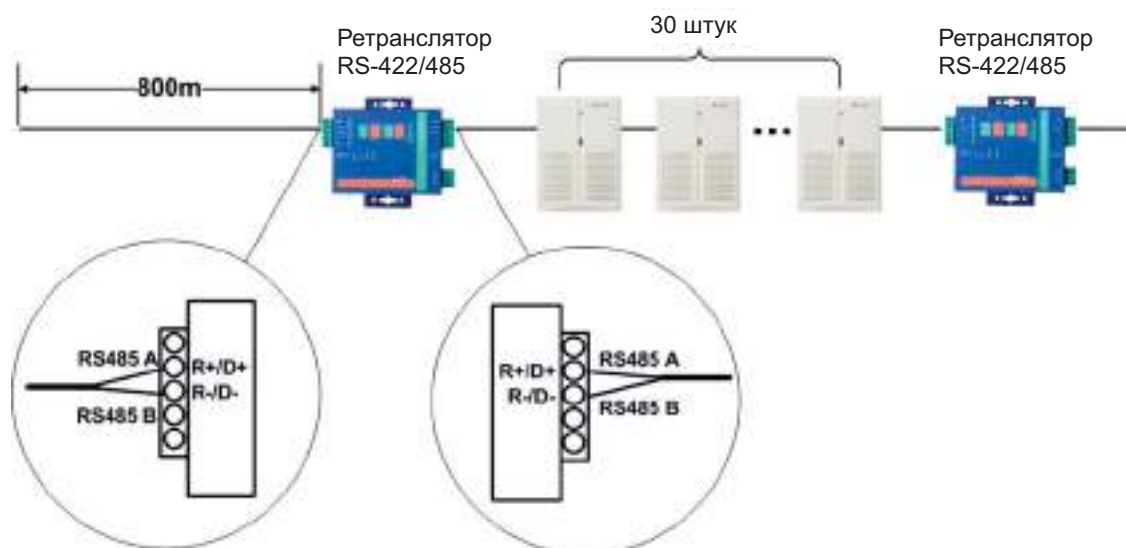

Рис. 3.39
3.6.11.8 Если длина межблочного сигнального кабеля более 800 (м) или количество блоков коммутации ME30-00/E2 в линии управления более 30 шт., то необходимо установить усилитель сигнала — ретранслятор С51, рис. 3.39.